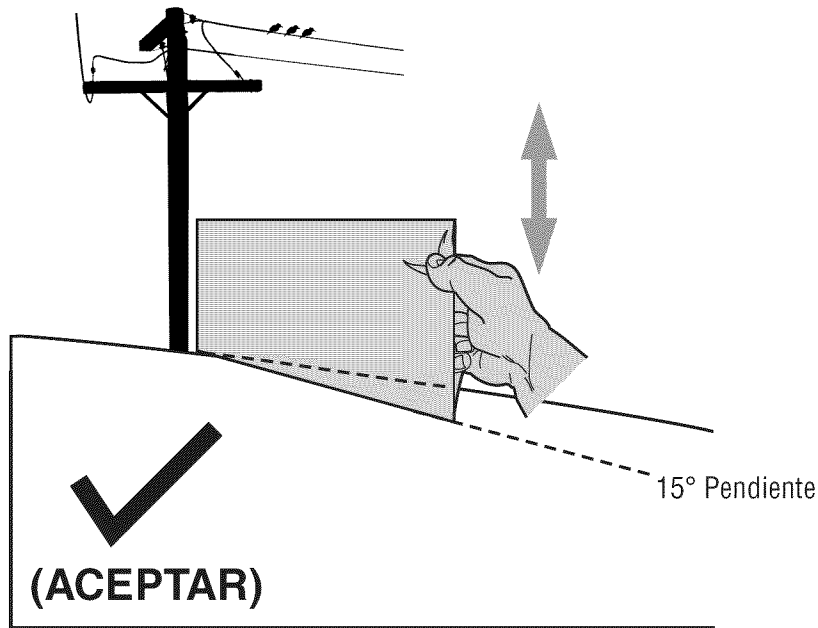
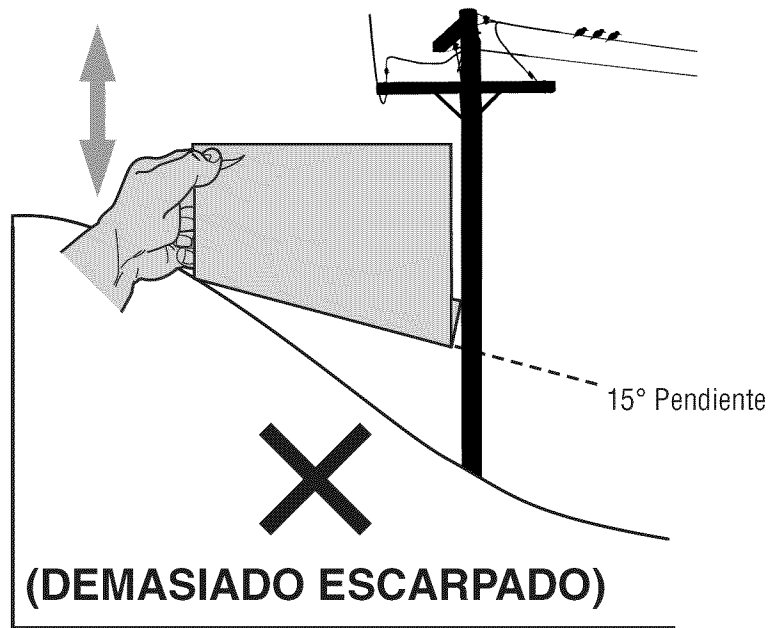

Figura 1
Figura 2
3. Alinee cada lado de pendiente de calibre con el objeto vertical (consultar Figura 1 and Figura 2).
4. Ajuste el pendiente de calibre arriba o hacia abajo hasta los toques esquina izquierda el pendiente (consultar Figura 1 and Figura 2).
5. Si hay un espacio por debajo de la pendiente de calibre, el pendiente es demasiado escarpa por operación segura (consultar Figura 2 above).
1. Retire la cubierta plástica, si es que está presente, del borne positivo de la batería y una el cable rojo al borne positivo de la batería (+) utilizando el perno y la tuerca hexagonal. Vea la Figura 1.
2. Retire la cubierta plástica, si es que está presente, del borne negativo de la batería y una el cable negro al borne negativo de la batería (-) utilizando el perno y la tuerca hexagonal. Vea la Figura 1.
- Ubique la traba de seguridad, si es que está presente, y la etiqueta de advertencia que la acompaña del lado derecho del cortacésped, entre el deflector del canal de descarga y la plataforma de corte. Vea la Figura 2.